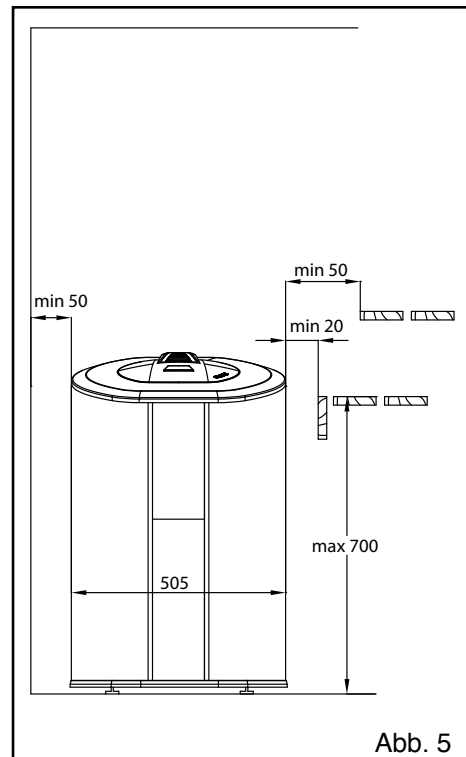

Abb. 5
- Wenn der Saunaofen in die Saunabänke integriert oder ein Schutzgeländer angebracht wird, müssen die angegebenen Sicherheitsabstände eingehalten werden (Abb. 5 und 6).